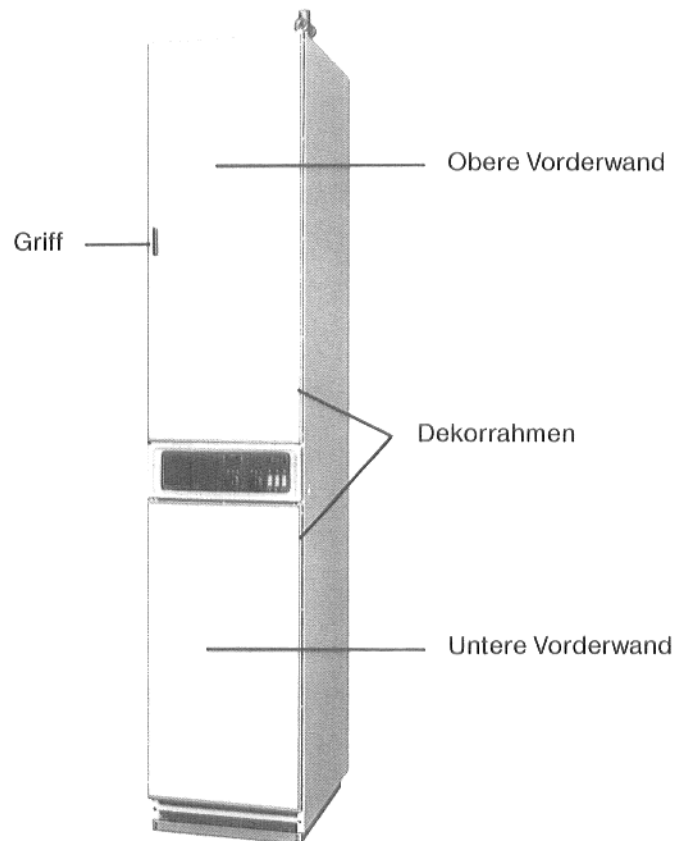

Abb. 17
- Schrauben an dem Dekorrahmen lösen, Dekorrahmen vorziehen, Dekor einschieben bzw. einsprengen. Dekorrahmen an Dekor andrücken und Schrauben festziehen (Abb. 17).